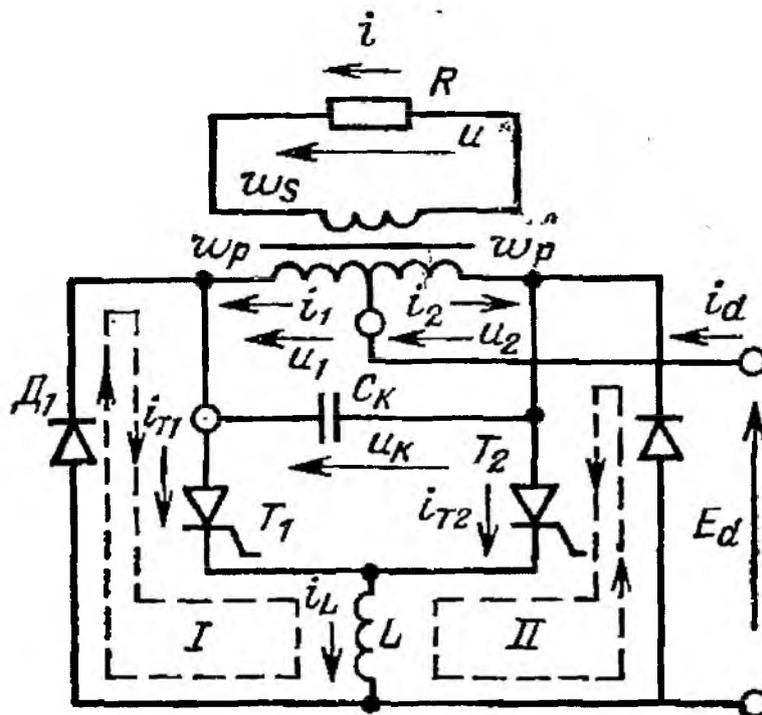

Рис. 21. Схема однофазного инвертора, работающего на активную нагрузку
26. Инвертор с параллельной схемой выключения тиристорov (рис. 21) работает на нагрузку  $R = 1$  Ом. Коэффициент трансформации трансформатора  $k_{\text{тр}} = w_s/w_p = 2$ , время восстановления запирающей способности тиристора  $t_{\text{вос}} = 25$  мкс. Определить параметры цепи коммутации, если максимально допустимый ток тиристорov  $I_{\text{макс.к}} = 80$  А.
27. Инвертор с параллельной схемой выключения тиристорov (рис. 21) питает нагрузку, состоящую из последовательно соединенных резистора  $R = 100$  мГн. Коэффициент трансформации трансформатора  $k_{\text{тр}} = w_s/w_p = 2$ , время восстановления запирающей способности тиристора  $t_{\text{вос}} = 25$  мкс. Определить параметры цепи коммутации, если допустимый максимальный ток тиристорov  $I_{\text{макс.к}} = 20$  А. Проверить, достаточно ли падение напряжения  $\Delta U_T = \Delta U_D = 1$  В на тиристорах и обратных диодах для затухания циркулирующих токов. Трансформатор идеальный;  $E_d = 100$  В,  $f = 100$  Гц.